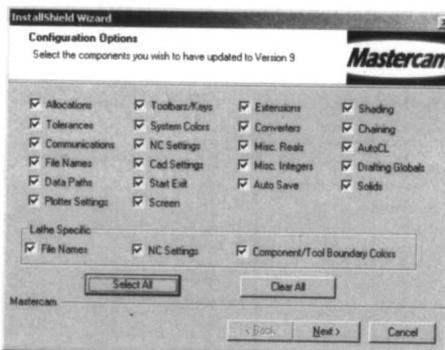

图 1-25
(17) 显示 Configuration Options (设置选项) 对话框, 如图 1-25 所示, 单击“Next”(下一步)按钮。